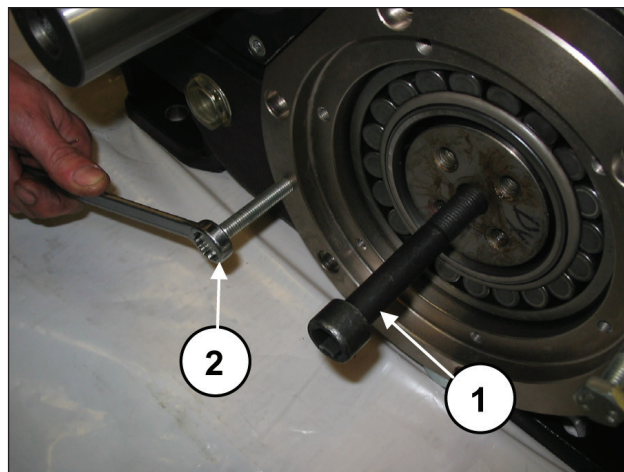
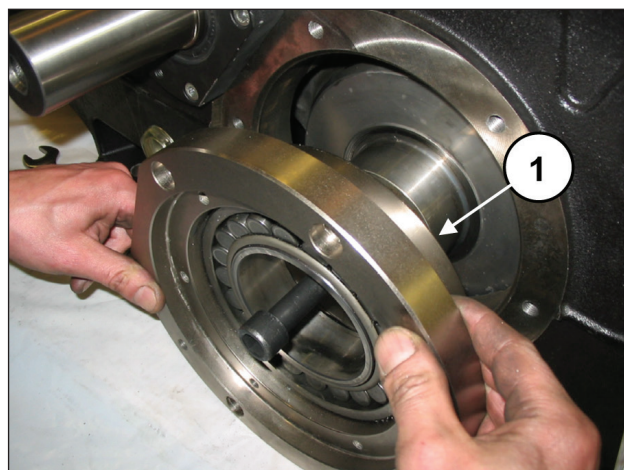

Fig. 24
Fig. 25
Poser un axe fileté M16 en bout de vilebrequin (rep. ①, Fig. 24) soulever ce dernier et extraire le cache porte-roulement avec le joint torique (rep. ①, Fig. 25). Pour faciliter le démontage, utiliser 2 goujons ou vis M10 (rep. ②, Fig. 24) faisant office d'extracteurs. Répéter l'opération de l'autre côté.